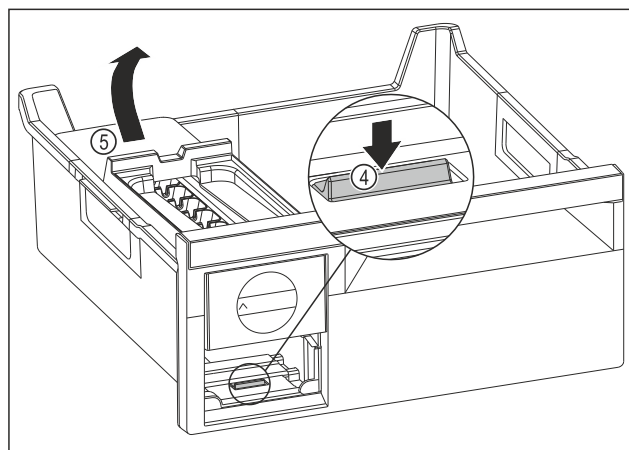

Fig. 117
- ▶ Udtagning af EasyTwist-Ice-legemet: Tryk lasken Fig. 117 (4) ned med fingeren, og løft samtidigt EasyTwist-Ice-legemet Fig. 117 (5) med den anden hånd.